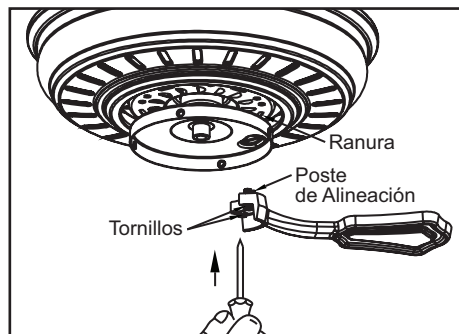

Figura 14
1. Ajusta el soporte del asa al motor insertando el poste de alineación dentro de la ranura de la parte inferior del motor y aprieta los tornillos del soporte de asa. Los tornillos del soporte de asa están previamente instalados en el soporte del asa (Figura 14).